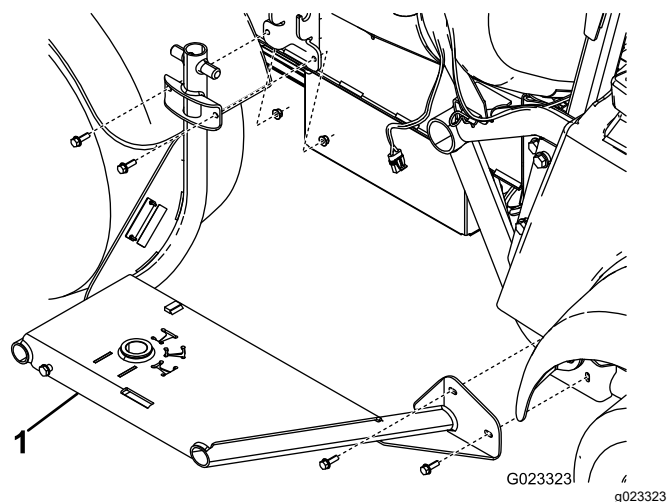

Figura 8
1. Montai cadrul tamburului pentru furtun în partea laterală a mainii utilizând 4 uruburi (5/16") i 4 piulie cu guler (5/16") aa cum se arată în Figura 8.